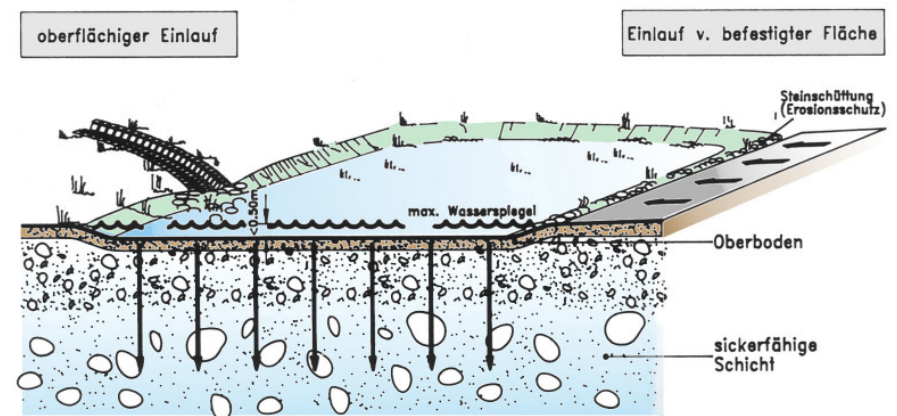

Abb. 1: Muldenversickerung (verändert nach DWA-Information „Regenwasserversickerung“)
- Bei hohem Grundwasserstand sind Versickerungen über begrünte Mulden (s.a. Abb. 1) oder im Oberboden verlegte Dränrohre gegenüber anderen Versickerungsformen vorzuziehen.